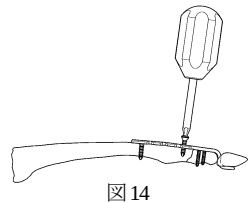

図 14
- 14) 6) ~8) の手順でスクリューを挿入します。(図 14) CP 側使用の場合、スクリュー挿入と共に骨折部が圧迫されます。